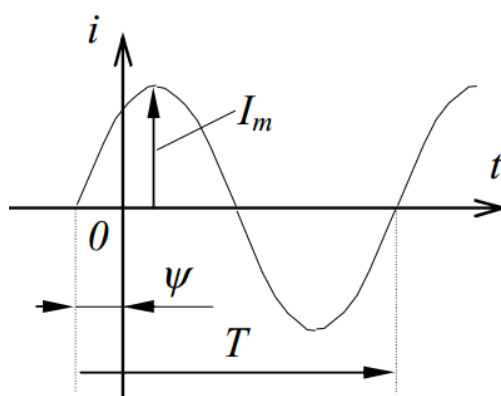

Рис. 6.2. Синусоидальный ток
Время, в течении которого синусоид претерпевает полный цикл своего изменения (рис. 6.2) называется периодом (T), размерность периода [$сек$].